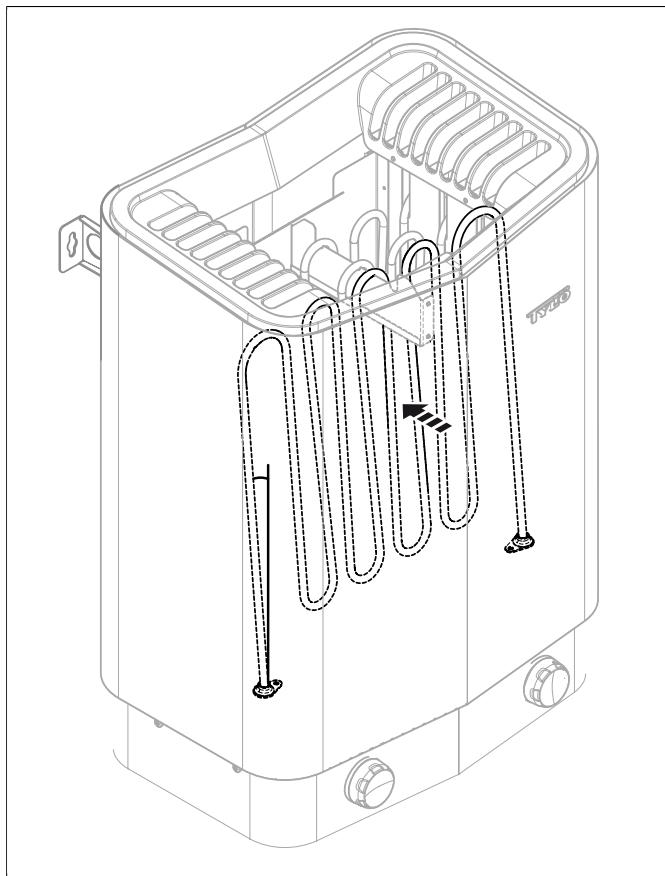

Рисунок 7: Разместите нагревательный элемент под углом.
2. Разместите нагревательный элемент под углом так, чтобы было легче вынуть камни см. *Рисунок 7*, страница 5.